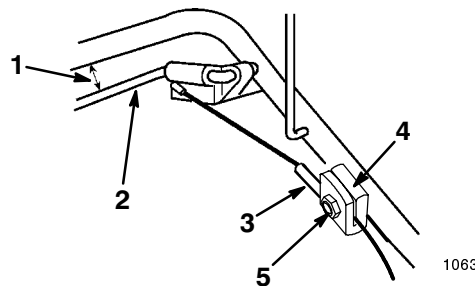

Figure 19
1. Desserrer l'écrou du support de câble (Fig. 19).
2. Tenir la barre de commande de traction à une distance de 25 à 38 mm (1 à 1-1/2") du mancheron (Fig. 19).